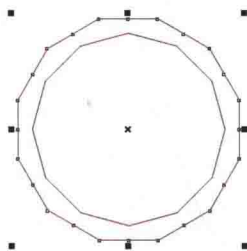

图1-19
STEP 15 将多边形原位复制一个，按住【Shift】键，调整复制的多边形的大小，然后在属性栏中，设置【旋转角度】为45°，效果如图1-19所示。